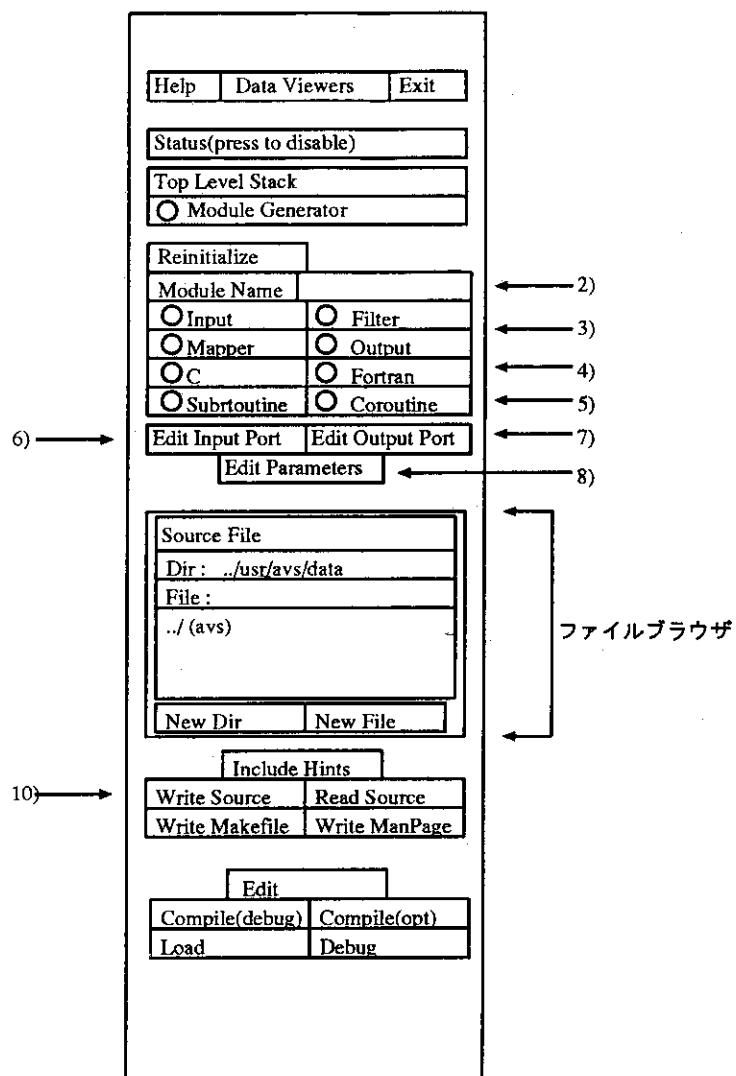
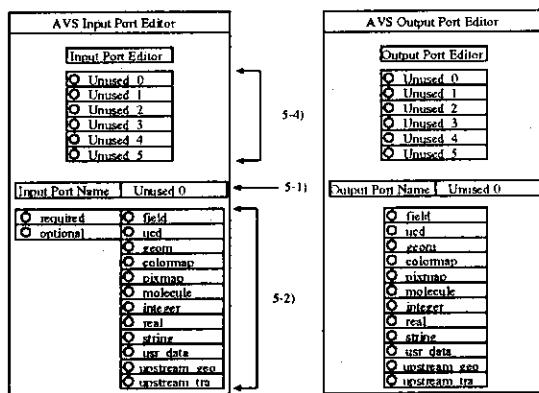
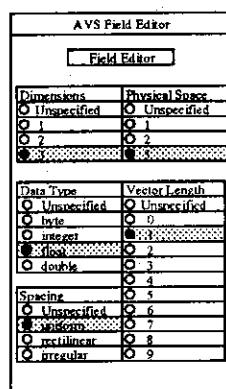
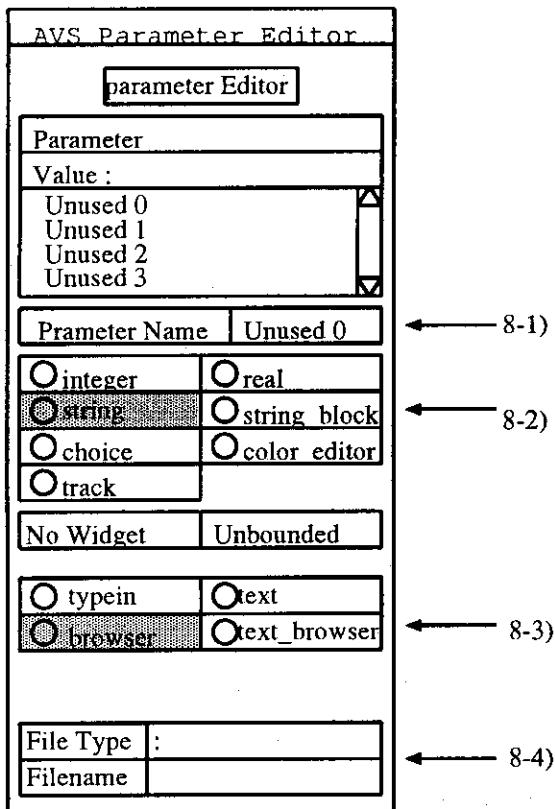

図 4.1 Module Generator モジュールのコントロール ウィジェット
図 4.2 AVS Input(Output) Port Editor
図 4.3 AVS Field Editor
図 4.4 AVS Parameter Editor
- 1) モジュールパレットより Module Generator モジュールをワークスペースに移動します。この移動により、ネットワークコントロールパネルに Module Generator モジュールのコントロール ウィジェットとして図 4.1 を表示します。
- 6) 入力ポートを設定するため、Edit Input Port ボタンをクリックすると、Input Port Editor ウィンドウ（図 4.2）を表示します。
- 6-2) 入力ポートのデータタイプを選択します。ここでは、field ボタンをクリックします。field ボタンをクリックした場合は AVS Field Editor（図 4.3）を表示します。
- 6-3) Edit Input Port ボタン (図 4.1) を再度クリックするとウィンドウ (図 4.2、図 4.3) を閉じます。
- 6-4) 2つ以上の入力ポートをもつモジュールを作成する場合、図 4.2 の Input Port Editor の下にある Unused 1 ~ Unused 5 をクリックしてから 6-1) ~ 6-3) の操作を行ないます。入力ポートは最大 6 つまで設定でき、2つ目の入力ポートの設定は Unused 1 をクリック、3つ目の入力ポートの設定は Unused 2、……… 6つ目の入力ポートの設定は Unused 5 をクリックしてから行ないます。
- 7) 出力ポートの設定を行ないます。出力ポートは入力ポートと同じように最大 6 つまで設定できます。図 4.1 の 7 の Edit Output Port ボタンをクリックすると、AVS Output Port Editor (図 4.2) を表示します。次に Output Port Name (図 4.2) の右側 (最初は Unused 0 になっている) に出力ポートの名前を入力します。ここでは output\_a と入力し、データタイプは入力ポートのときと同じように設定します。
- 8-1) Edit Parameters ボタン (図 4.1) をクリックすると AVS Parameter Editor (図 4.4) を表示します。Parameter Name の右側 (最初は Unused 0 になっている) にパラメータの名前を入力します。ここでは、file name と入力します。
- 9) Module Generator モジュールのコントロール ウィジェットの中にある ファイル ブラウザ (図 4.1) を使ってプログラムを保存するファイル名を選択、または、入力します。ここでは module\_test.f.f に保存します。そのため、New File ボタンをクリックして表示した ウィンドウに module\_test.f.f と入力します。
- 10) Write Source ボタン (図 4.1) をクリックすると 9) で入力したファイルにモジュールの骨格部分のプログラムを保存します。
- 11) Write Makefile ボタン (図 4.1) をクリックするとソースファイルをコンパイルするための Makefile が自動的に作成されファイル名 Makefile. ソースファイル名として保存されます。
- 12) ファイル ブラウザ (図 4.1) の下にある Include Hints ボタンをクリックしたあとで 10) の操作によって保存を実行すると骨格部分のプログラムにメモリーの解放や割り当てなどのヒントを加えたプログラムを 9) で入力したファイルに保存します。
- 2) ファイル ブラウザ (図 4.1) を使ってプログラムを保存したファイルをクリックします。
- 4) edit ボタン (図 4.1) をクリックすると vi エディタを起動してファイルを読み込みます。